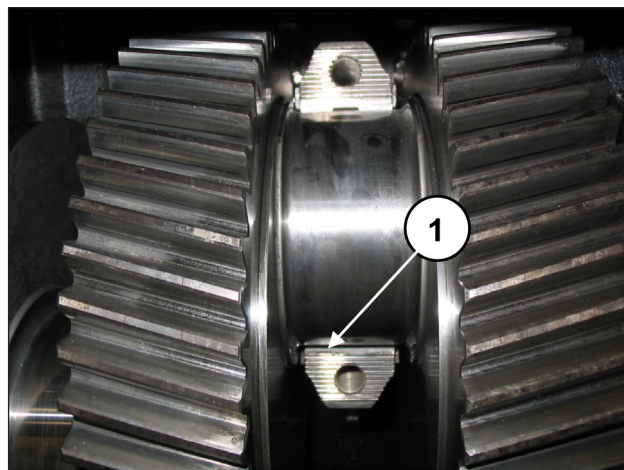

图 81
为了正确安装半轴承, 应确保半轴承的基准平键定位在半连杆(位置①, 图 81)的专用底座中。